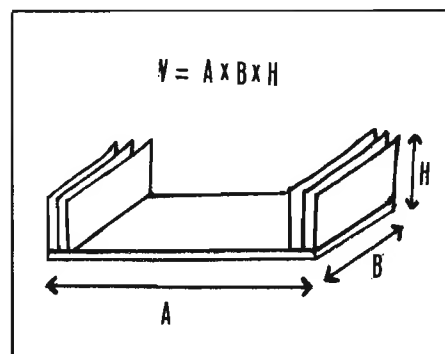

Figura 6 - Esempio di calcolo del volume di dissipazione utile d'un dispersore di calore.
2) Dal valore caratteristico del dissipatore dobbiamo ora risalire alle sue dimensioni geometriche. Per far questo, è necessario ricorrere al grafico riportato in figura 5, cercando sulle ascisse la resistenza termica ottenuta e leggendo sulle ordinate il valore corrispondente alla retta di potenza più vicina, nel nostro caso 10 W . Nel nostro esempio, otterremo da $R_{sa} = 1,8^\circ\text{C/W}$ 200 cm^3 . Questo significa che il nostro dissipatore deve avere un valore di volume utile V (vedi figura 6) minimo di 200 cm^3 . E' bene cautelarsi da possibili deviazioni di caratteristiche del triac aggiungendo un 10% al valore trovato, per cui $V = 220\text{ cm}^3$.